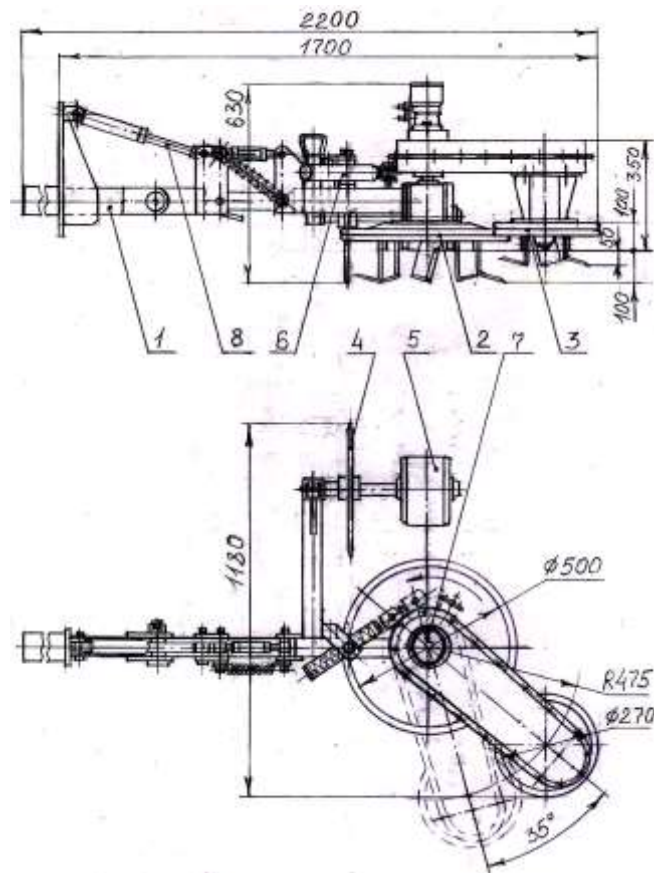

Рис. 1 Конструкційна схема машини
3.1 Фреза (рис. 1) складається зі слідуєчи основних вузлів та агрегатів: рама з начіпним пристроєм 1, основна секція 2, висувна секція 3, дисковий ніж 4, опорне колесо 5, механізм повернення 6, гідромотор 7, гідроциліндр 8.